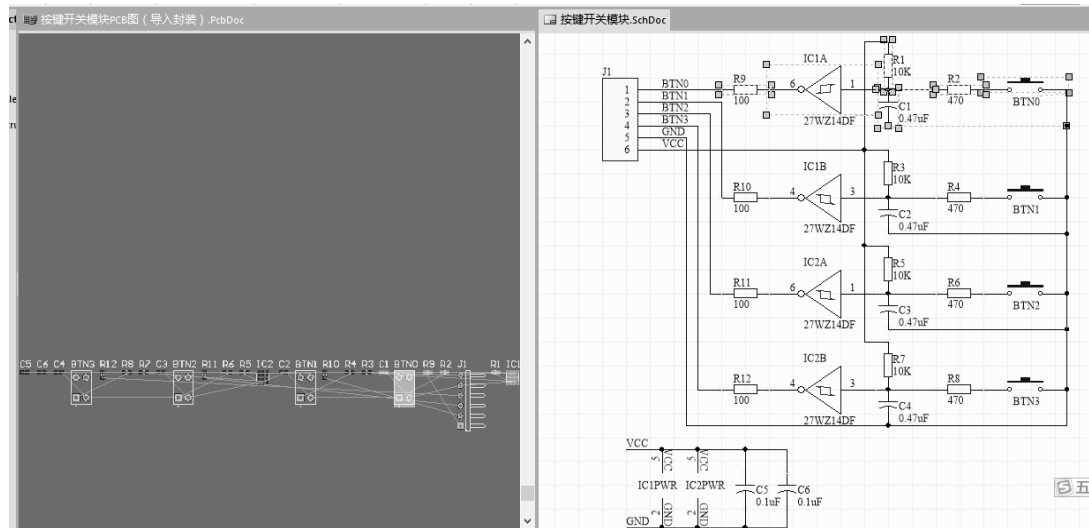

图 3.4.8 两张图中单元电路同时选中
(1) 将两张图并排显示。
(2) 在器件比较多时,化整为零,根据电路的功能进行单元电路布局。Altium 软件有交互追踪功能,如图 3.4.8 所示,在原理图中选中与按钮 BTN0 相关的器件时,PCB 中这部分器件封装会同时高亮显示,移动器件时非常清楚,不至于眼花缭乱。通过按钮还可以锁定到某根具体的连线。